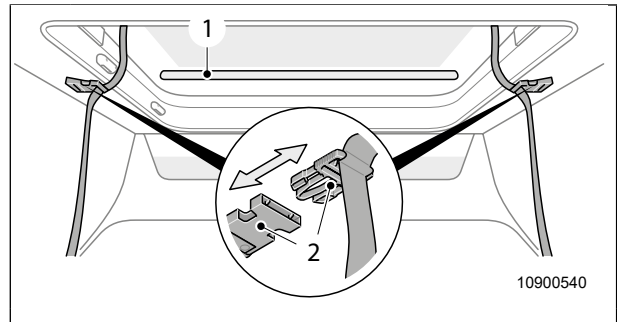

Bild 45 Stäng spännet
9. Stäng spännet (Bild 45, pos. 2) på högra och vänstra sidan.